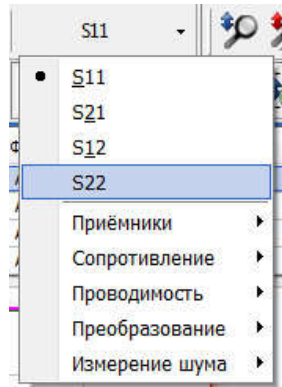
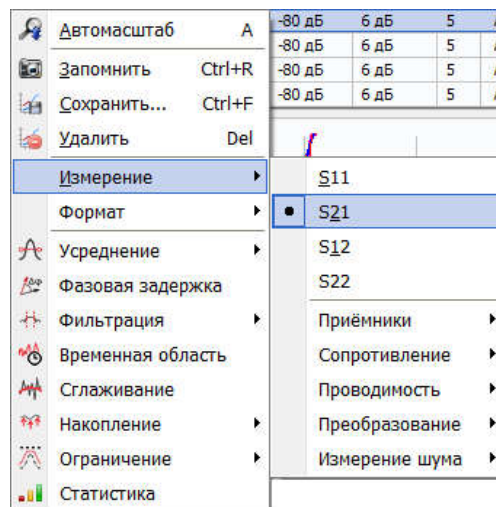

Рисунок 2.177 – Выбор «измерения» на панели инструментов
Рисунок 2.178 – Выбор «измерения» в контекстном меню трассы
2.3.5.1.5 Измерительная трасса отображает данные одного из «измерений». Выбор «измерения» выделенной трассы осуществляется на панели инструментов (рисунок 2.177) или в контекстном меню трассы (рисунок 2.178). Доступны следующие варианты: